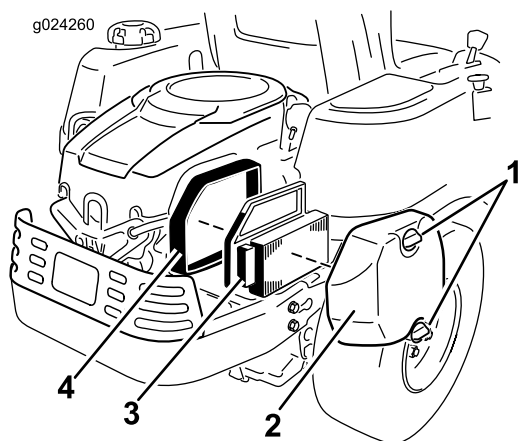

Figura 34
1. Togliete il coperchio del filtro dell'aria (Figura 34).
2. Rimuovete l'elemento del filtro dell'aria con la tenuta in gomma integrale (Figura 34).
5. Installate l'elemento del filtro dell'aria con il lato piegheggiato rivolto verso l'esterno e appoggiate la tenuta in gomma sui bordi della base del filtro dell'aria (Figura 34).
6. Montate il coperchio del filtro dell'aria e fissatelo con le 2 manopole (Figura 34).